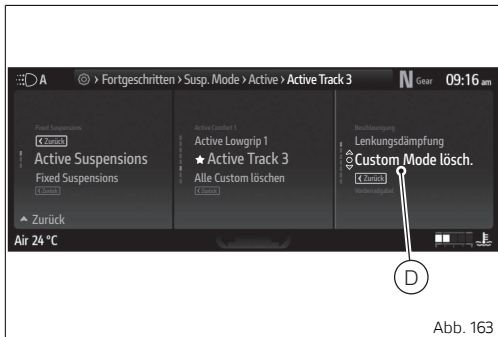

Abb. 163
- Die Option „Canc. Custom mode“ (D, Abb. 163 S.221) markieren, dann die Taste  zum Löschen drücken. Die vorherige Bildschirmanzeige wird dann mit der aktualisierten Liste der verfügbaren Konfigurationen angezeigt.